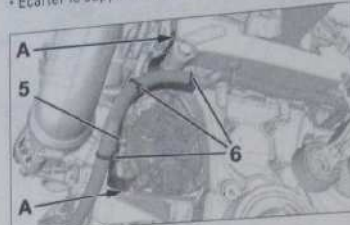

Fig. 49
- Dégraffer le support faisceau (5) en (A) (Fig. 49).